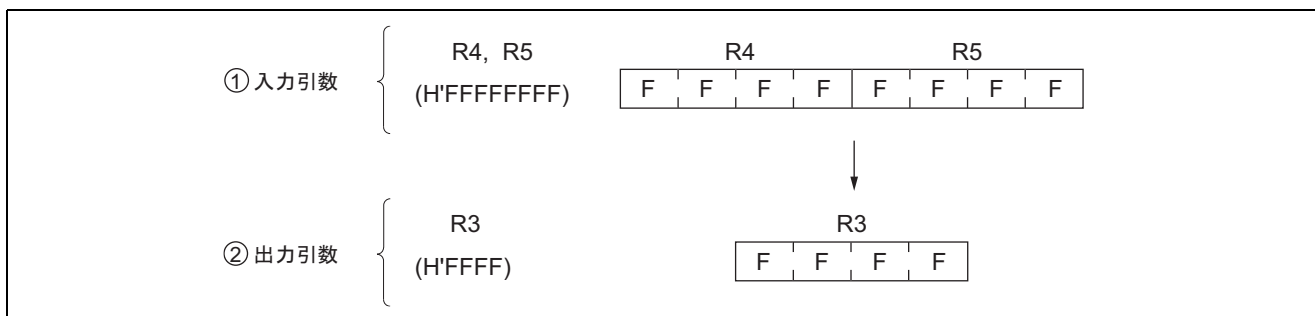

図 31-1 ソフトウェア SQRT の実行例
仕様のクロックサイクル数は、図 31-1 の実行例を行った時の値です。
(2) 図 31-1 にソフトウェア SQRT の実行例を示します。